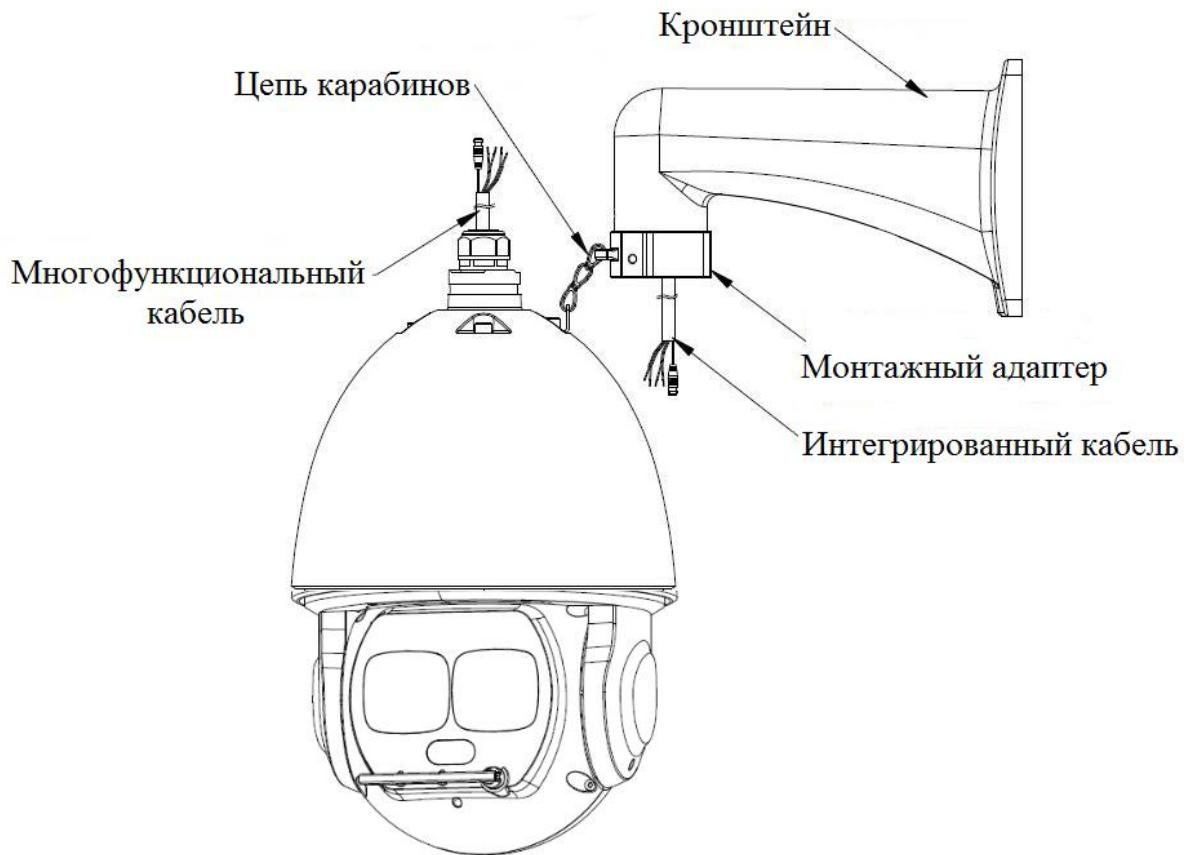

Рисунок 7.3
7.5 Присоедините цепь карабинов с одной стороны к монтажному адаптеру, с другой стороны к крышке видеокамеры Соедините контакты интегрированного кабеля кронштейна с соответствующими контактами многофункционального кабеля видеокамеры. Изолируйте лентой место соединения, чтобы обеспечить водонепроницаемость (рис.7.3). В многофункциональном кабеле, помимо сетевого кабеля с разъемом RJ45, располагается еще группа сухих контактов, группа звуковых интерфейсов, группа питания и RS-485. Эти группы помечены ярлыками. Функциональное значение цветовой маркировки проводов указано на каждом ярлыке. Описание функциональных значений смотрите в таблице 1.